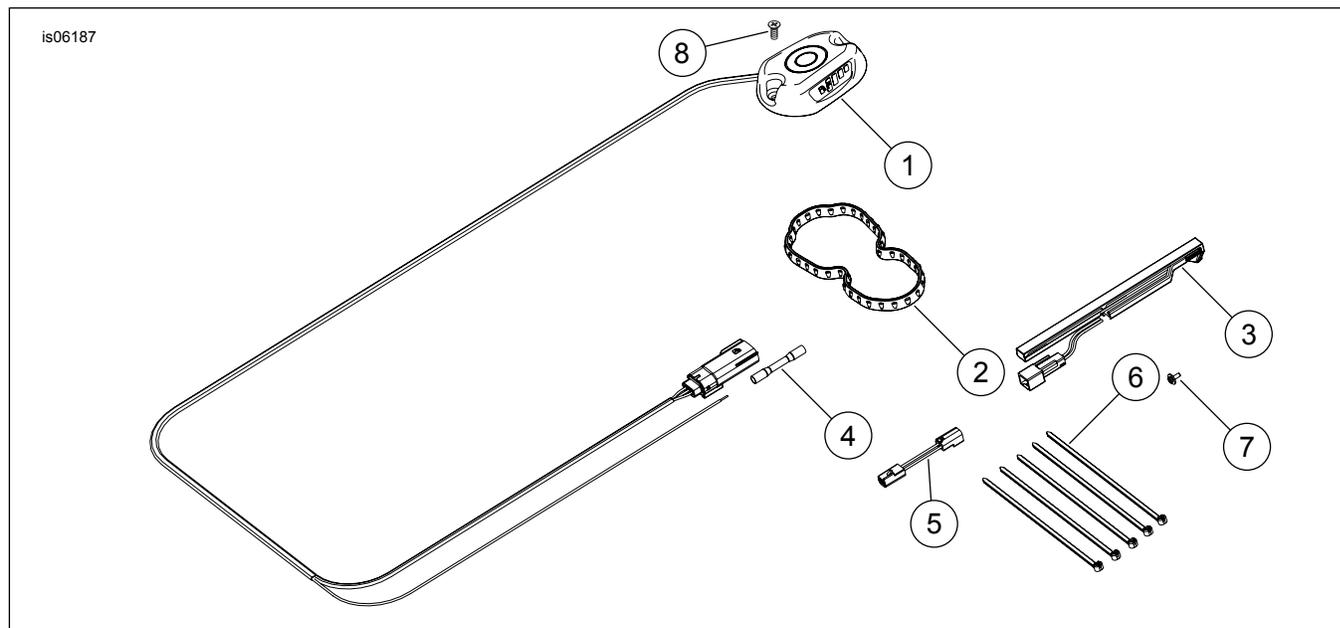

Figura 4. Parti di ricambio per Sportster Fuel Gauge
Vedere Figura 4 e Tabella 1.
- a. Installare il sensore nel modulo della pompa del combustibile secondo l'orientazione mostrata, e posizionarne la base nel foro di montaggio (4) della pompa.
- d. Sensore di livello del carburante sicuro alla pompa del carburante con vite (3). Stringere la vite abbastanza da posizionare il sensore del carburante contro la linguetta di montaggio.
- e. Intradare il cablaggio del sensore di livello del carburante sotto il tubo del carburante e collegare il sensore del livello del carburante al connettore dell'interruttore del carburante basso sul modulo della pompa del carburante. Se necessario, utilizzare l'imbracatura jumper (Figura 4 , punto 5).
5. Vedere Figura 4 Traccia l'indicatore del carburante lungo il manubrio dopo il cablaggio dell'indicatore di direzione, fino al cablaggio principale. Quindi instradarlo all'interno della staffa della bobina e del caddy dell'imbracatura principale, indietro lungo la spina dorsale verso l'area del sedile.
8. Cablaggio indicatore carburante e filo arancione al cablaggio principale con cinghie per cavi (6). Bobina e cablaggio in eccesso e lunghezza del filo.